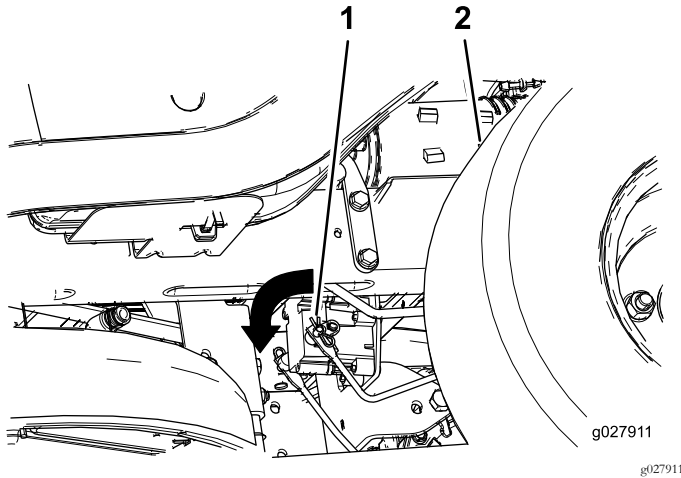

Figura 55
2. Localize o veio no travão elétrico onde os braços de articulação do travão estão ligados (Figura 55).